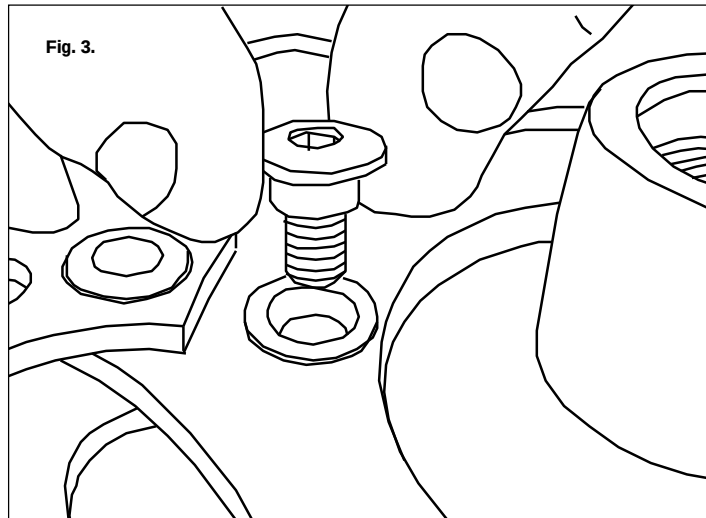

Fig. 3.
- c.) Mount the spider plate/chainrings to the power plate using the inner chainring bolt, nuts, spacers, and washers supplied. (figs. 3, 4, 5).
- c) Die inneren Kettenblattschrauben montieren das innere Kettenblatt und den Fünfstern an der Kurbel.Schrauben für das innere Kettenblatt werden mitgeliefert. Die inneren Kettenblatt-Schrauben sollten mit 7,9 Nm an angezogen werden. (fig. 3, 4, 5)